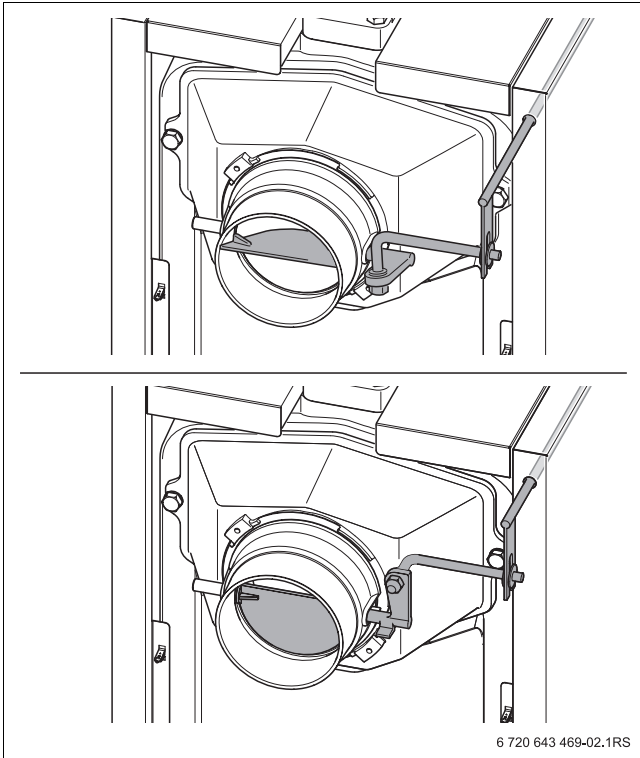

Рис. 2 Дымовая заслонка (вверху открыта; внизу закрыта)
Дымовую заслонку открывают при розжиге холодного котла или при недостаточной тяге в дымовой трубе (→ верхний рис. 2). Благодаря этому горячие дымовые газы быстрее выходят в дымовую трубу, что создаёт в ней лучшую тягу.
В нормальном режиме и при достаточной тяге в дымовой трубе заслонка должна быть частично закрыта (→ нижний рис. 2). Таким образом возникают меньшие потери при остывании через дымовую трубу.
**ОПАСНО:** угроза получения травм из-за высокой температуры коллектора дымовых газов (→ рис. 2, стр. 5)!